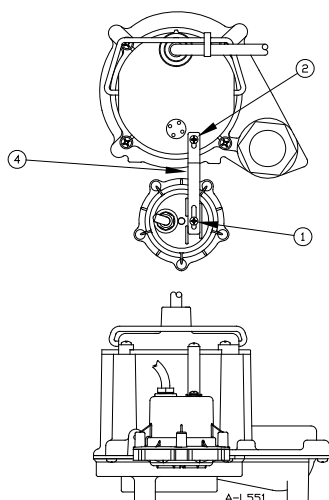
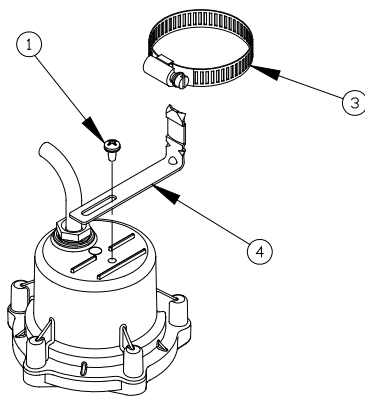

Fig. 1 - 6, 8, 8E, 9E
Fig. 6 - VDS series
Apply the new switch (making sure that the switch is oriented as before) and re-tighten the switch screw (Fig. 1 - 5). **DO NOT OVERTIGHTEN** or cross-thread screws being inserted into plastic components. If the existing mounting bracket is not available the switch may be mounted to the discharge pipe using the universal mounting bracket with the hose clamp (Fig. 6 and 7). If the current pump mounting bracket is damaged a replacement part is available.
1. **REEMPLACEMENT D'UN INTERRUPTEUR POUR POMPE LITTLE GIANT ENDOMMAGÉ** - Lors de tout remplacement d'interrupteur, se référer au tableau des pièces de remplacement pour s'assurer d'utiliser l'interrupteur qui convient. Déposer l'interrupteur endommagé en desserrant la vis située sur le dessus de l'interrupteur. Placer le nouvel interrupteur (s'assurer qu'il est correctement orienté) et visser la vis de l'interrupteur (Fig. 1 à 5). ÉVITER DE TROP SERRER LES VIS ou de fausser le filetage des vis vissées dans les composants en plastique. Si l'ancien support de fixation n'est plus disponible, l'interrupteur peut être fixé sur le conduit d'évacuation à l'aide d'un support universel maintenu par un collier de serrage (Fig. 6 et 7). Si l'ancien support de fixation est endommagé, il est possible d'en commander un autre.
1. **REEMPLAZO DEL INTERRUPTOR AVERIADO EN LAS BOMBAS LITTLE GIANT**: Para todas las instalaciones de reemplazo del interruptor, refiérase a la tabla de piezas de reemplazo para asegurarse de que está utilizando el interruptor apropiado. Quite el interruptor averiado de la bomba, aflojando el tornillo en la parte superior del interruptor. Ponga el nuevo interruptor (asegúrese de que el interruptor quede igual que el anterior) y vuelva a apretar el tornillo del interruptor (Fig. 1 al 5). **NO SOBREPRIETE** ni enrosque mal los tornillos que se introducen en los componentes plásticos. Si el soporte de montaje existente no está disponible, se puede montar el interruptor en el tubo de descarga, usando el soporte de montaje universal con la abrazadera de manguera (Fig. 6 y 7). Si el soporte de montaje de la bomba actual está dañado, existe una pieza de reemplazo.